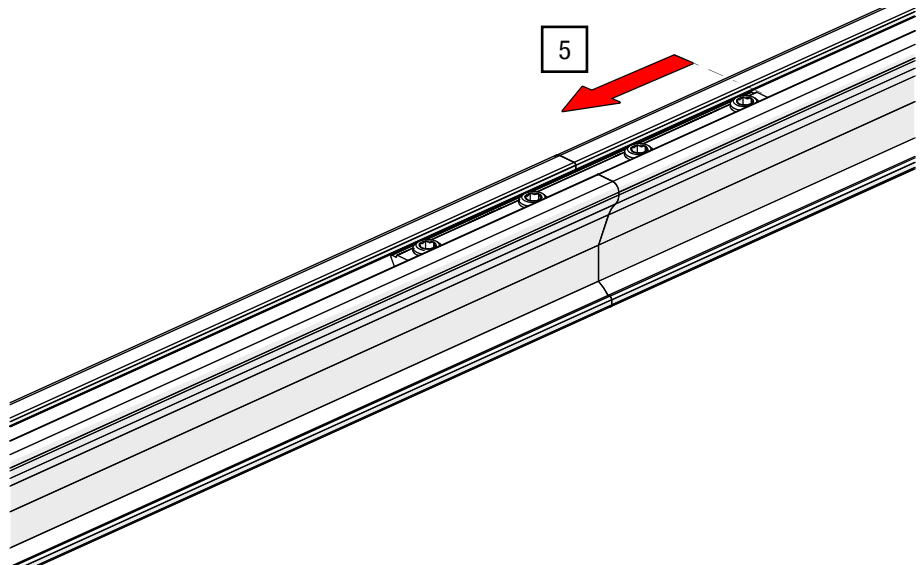

Abb. 29: Schienenverbinder – Auf Schienenteilen positionieren
5. Verschieben Sie den Schienenverbinder mittig auf die beiden Schienenteile (siehe Abb. 29).